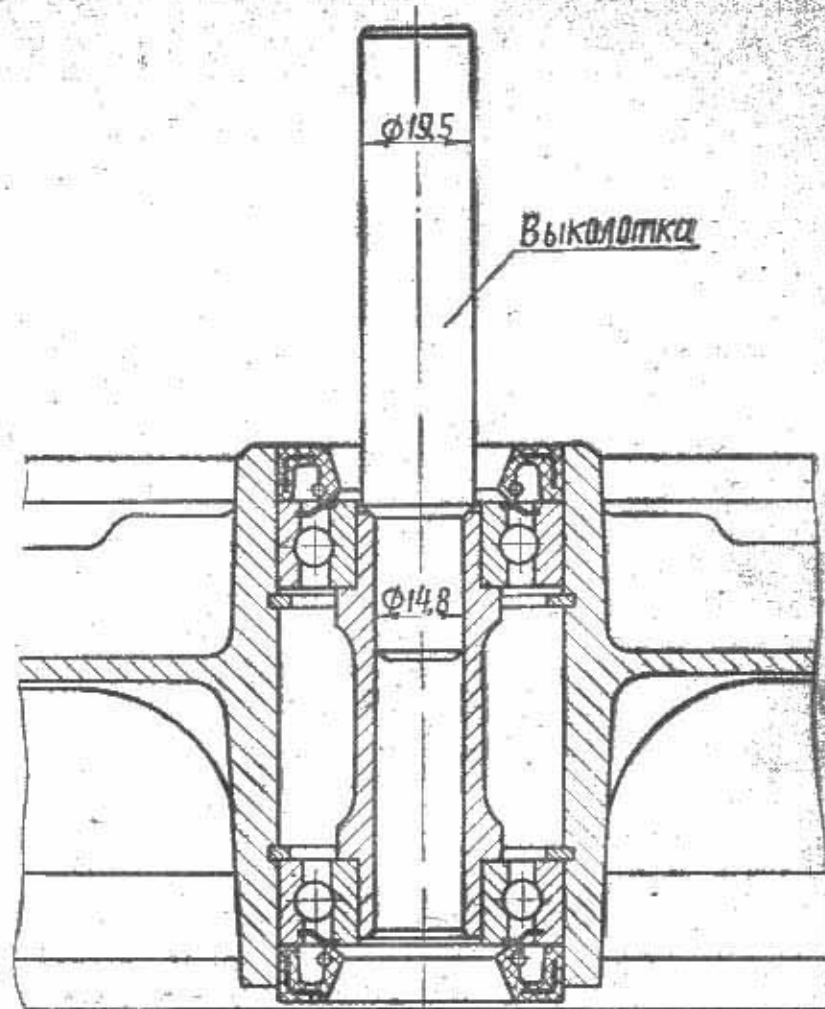

Рис. 13. Выпрессовка подшипников и сальников из ступицы колеса.
Очень важно правильно выпрессовать подшипник (17) и сальник колеса (19). Выпрессовка производится специальным приспособлением (см. рис. 13) или для этой цели можно использовать ось переднего колеса (10).